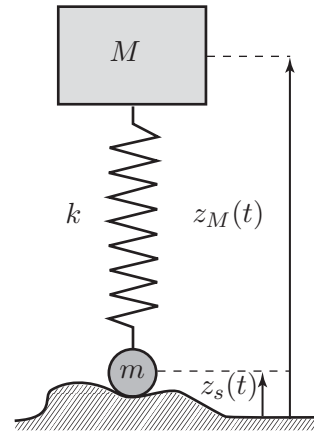

Figure 1
**1.** La liaison entre la masse  $M$ , d'altitude  $z_M$ , et le sol se fait maintenant par l'intermédiaire d'un ressort de raideur  $k$ , de longueur à vide  $l_0$  et de masse négligeable (figure 1). À l'extrémité inférieure de ce ressort, le contact avec le sol se fait par l'intermédiaire d'une petite masse  $m < M$ .